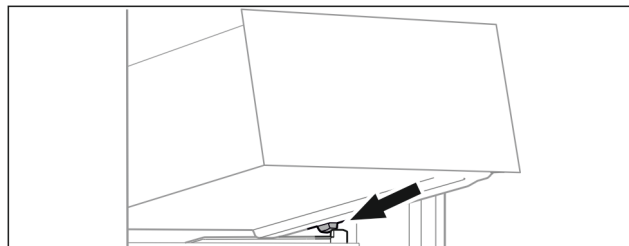

Fig. 29
- ▶ Nasaďte zásuvku šikmo za zarážky na žebrování na nádoby. (viz Fig. 29)